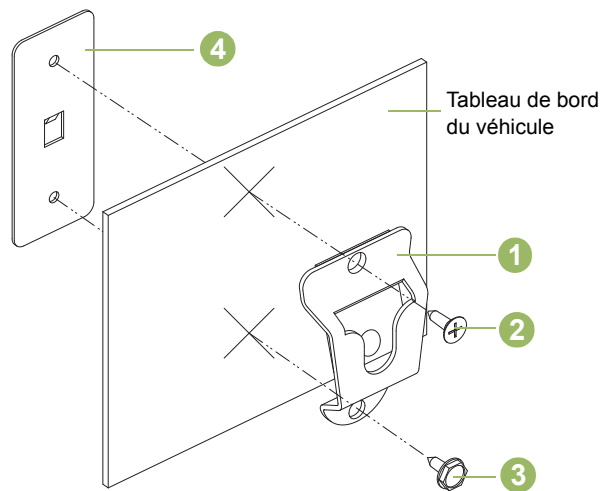

Figure 4.2 : installation du support de montage
Reportez-vous à la Figure 4.2 ci-dessous et fixez le support de fixation (1) au véhicule à l'aide des deux vis taraudeuses et de la plaque de support fournis. Placez la plaque de support (4) derrière le tableau de bord. Utilisez la vis à tête plate (2) dans le trou de montage supérieur et la vis à tête hexagonale (3) dans le trou de montage inférieur. Assurez-vous que les vis de montage sont bien fixées dans les trous de la plaque de support.